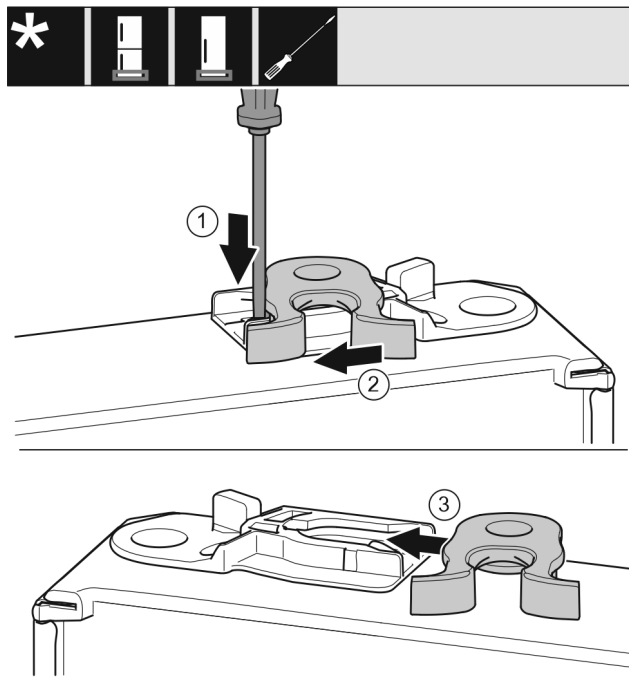

Fig. 20
- ▶ За допомогою шлицьової викрутки притисніть накладку Fig. 20 (1) униз.
- ▶ Витягніть із напрямної запірний гачок Fig. 20 (2).
- ▶ Вставте запірний гачок Fig. 20 (3) у напрямку з іншого боку.